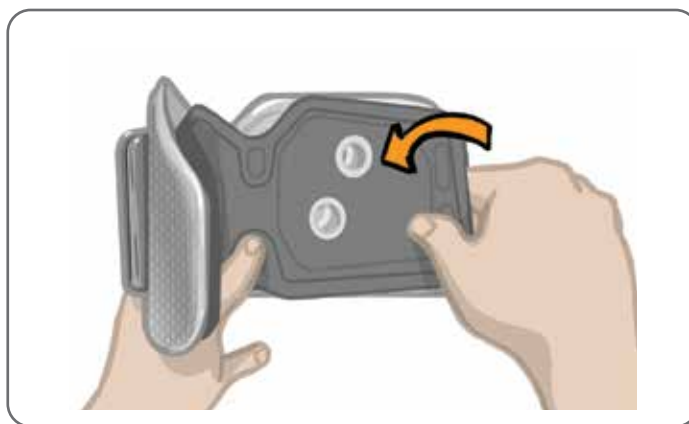

Figure 6-2 : Fixation du panneau personnel
- Faites glisser la sangle à travers les guides et boucles prévus à cet effet sur la jambièrè. Vérifiez que les attaches Velcro sont orientées vers l'extérieur de la jambièrè. Appuyez sur les attaches Velcro pour fixer la sangle. Reportez-vous à la figure 6-2.
1. Pour le panneau personnel de taille normale, alignez le panneau sur les deux électrodes de la prise de la jambièrè normale. Reportez-vous à la figure 6-2.